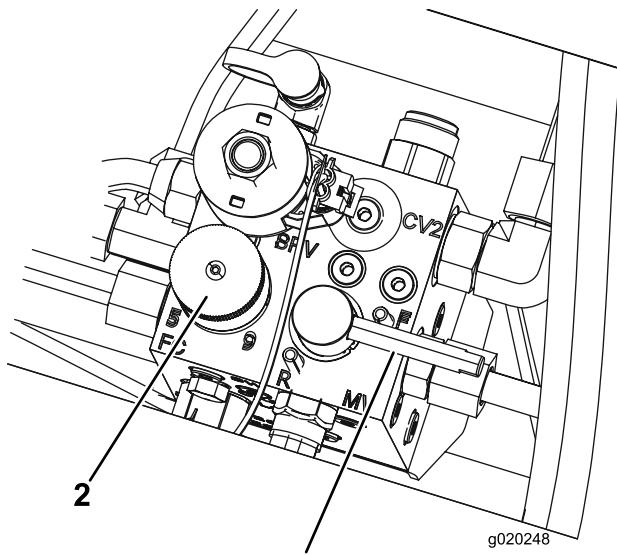

Bild 81
- Stellen Sie das Bedienelement für die Spindeldrehzahl auf die Stellung 1 (Bild 81).
| 6. Drehen Sie den Läpphebel in die R-Stellung (Bild 81). | |
- Drehen Sie den Läpphebel in die R-Stellung (Bild 81).